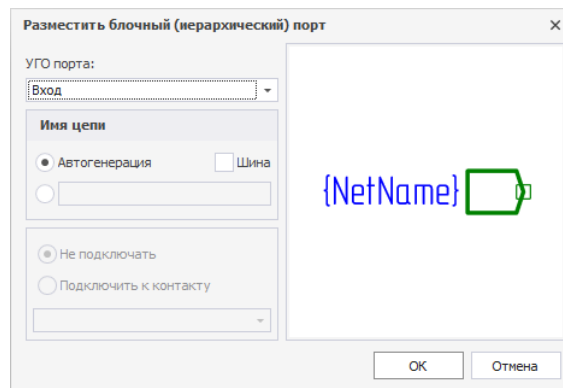

Рис. 261 Окно «Разместить блочный (иерархический) порт»
2. Установить настройки размещаемого блочного порта в окне «Разместить блочный (иерархический) порт», см. Рис. 261.